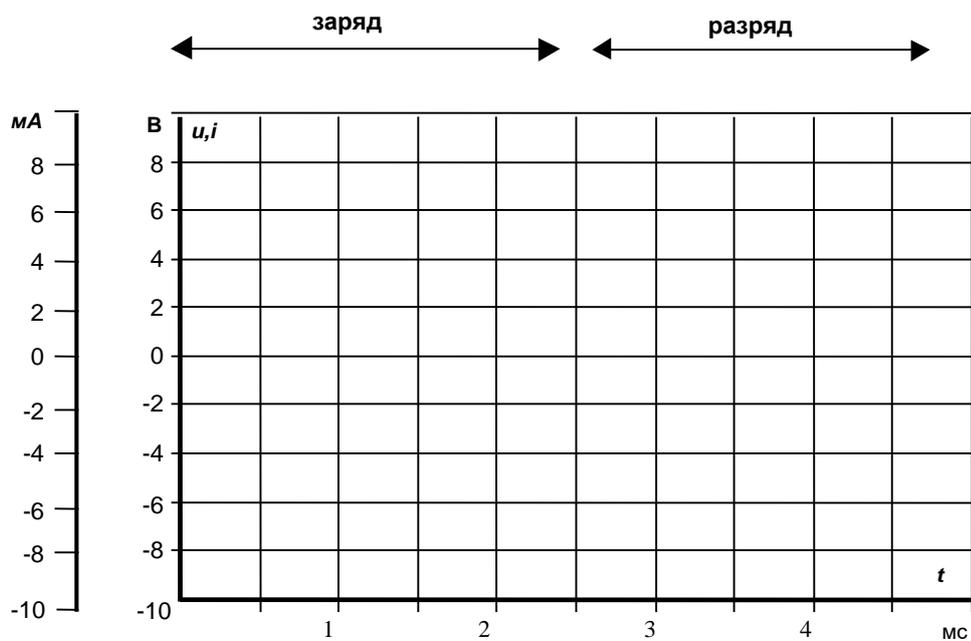

Рис. 15.3
- Настройте осциллограф, установите стандартные масштабы по первому и второму каналам и перерисуйте кривые на рис.15.3. Не забудьте указать масштабы. Масштаб тока определяется как масштаб напряжения, делённый на сопротивление шунта.